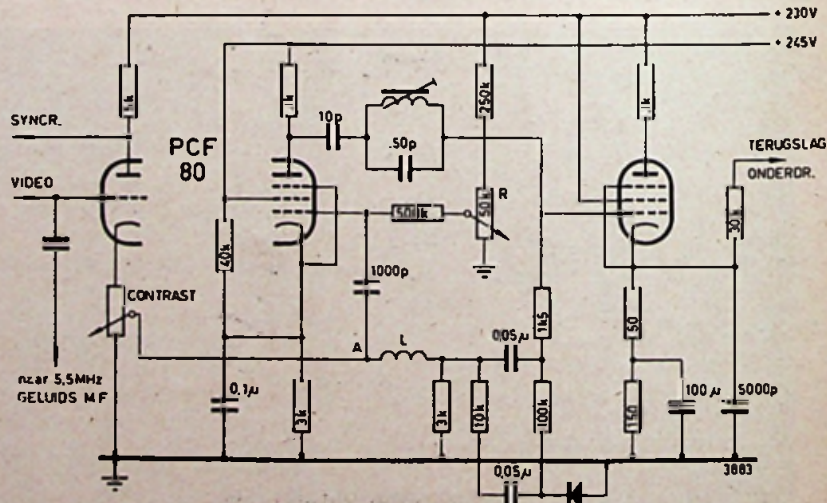

Fig. 6. Tweektraps Videooversterker in Schaub met Klarzeilner
C) Iets anders is de oplossing van de fa. Schaub bij de „Weltspiegel 743”. Om daarin de hogere beeldfrequentie t.o.v. de lagere te beoordelen, werd een 2-traps video-versterker ontwikkeld met o.a. een PCF80, zie fig. 6. Het triode (C) gedeelte vormt de video-voorversterker, de PL83 de eindversterker. Het penthodedeel (F) van de PCF80 is de differentiaaltrap; de contrastregelaar bevindt zich in de kathodeleiding van het triodedeel (stroomtegenkoppeling). Tot aan punt A van fig. 6 is de totale video-frequentie band aanwezig, en gaat vandaar via een netwerk van R's en C's naar het stuurrooster van de PL83.